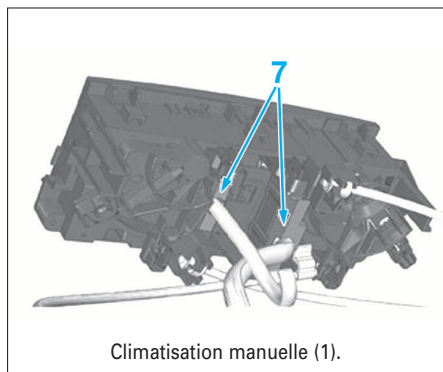
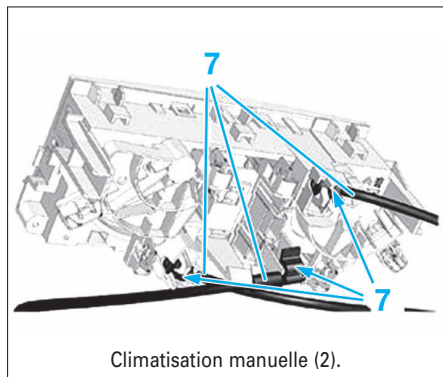
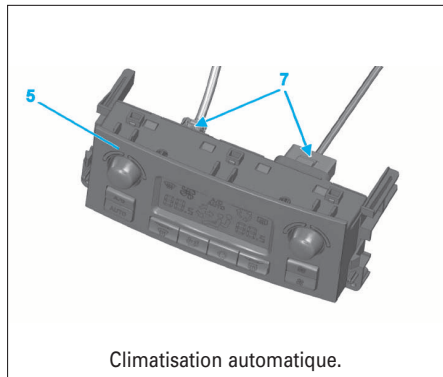

FIG. 9A
FIG. 9B
FIG. 9C
- Débrancher les connecteurs et /ou les câbles de commande (7) selon équipement du véhicule (Fig.9a), (Fig.9b) et (Fig.9c).